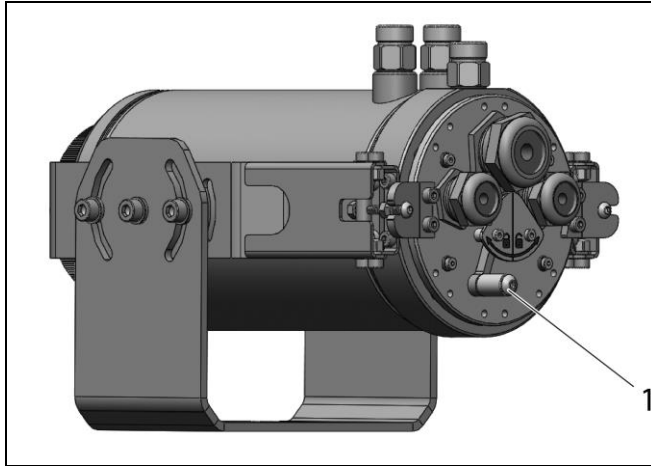

Abbildung 34: Rückansicht Cooling Jacket mit Verriegelungshebel
6. Schieben Sie den Verriegelungshebel nach links (Symbol: ) , damit das Chassis exakt an der Innenfläche des Gehäuses anliegt (**Abbildung 34**).
4. Schieben Sie den Verriegelungshebel nach links (Symbol: ) , damit das Chassis exakt an der Innenfläche des Gehäuses anliegt (**Abbildung 34**).